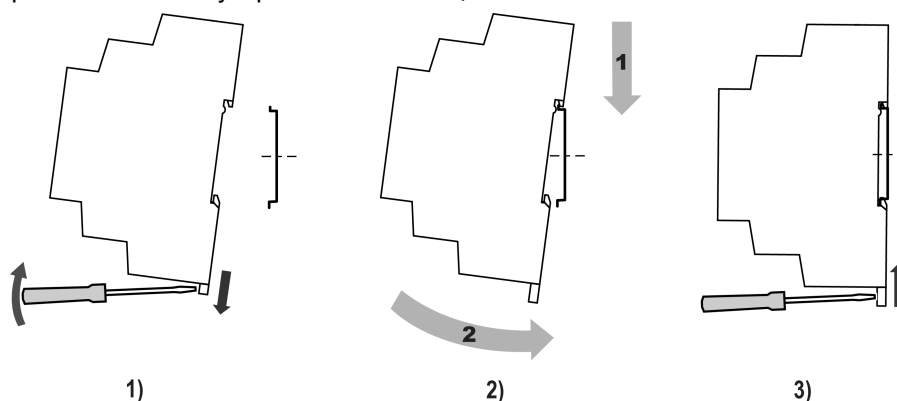

Рисунок 4.2 – Установка прибора
2. Вставив отвертку в проушину, оттянуть защелку (см. рисунок 4.2, 1). Прибор установить на DIN-рейку.
3. Прибор прижать к DIN-рейке (см. рисунок 4.2, 2, стрелки 1 и 2). Отверткой вернуть защелку в исходное положение.